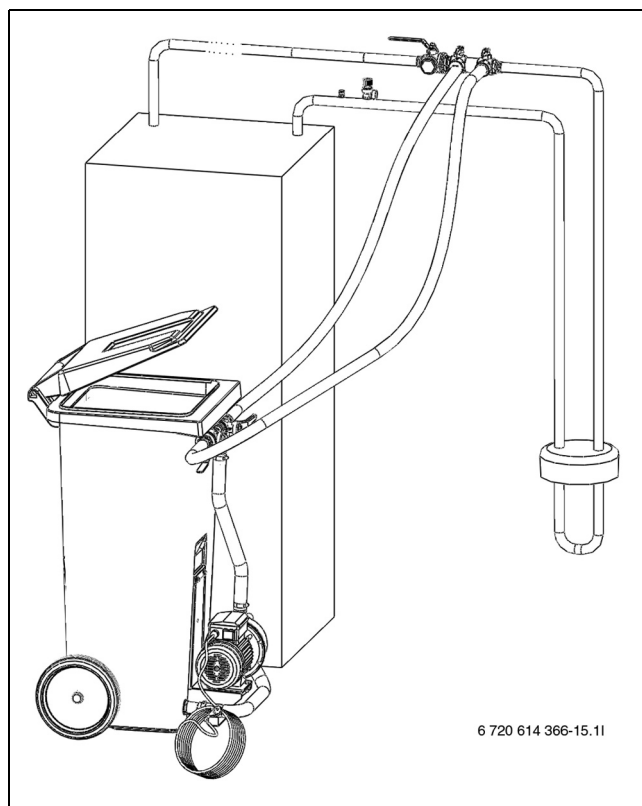

Bild 23 Befüllen mit Befüllstation
- ▶ Zwischen Befüllstation und Befüllleinrichtung zwei Schläuche anschließen (→ Bild 23).